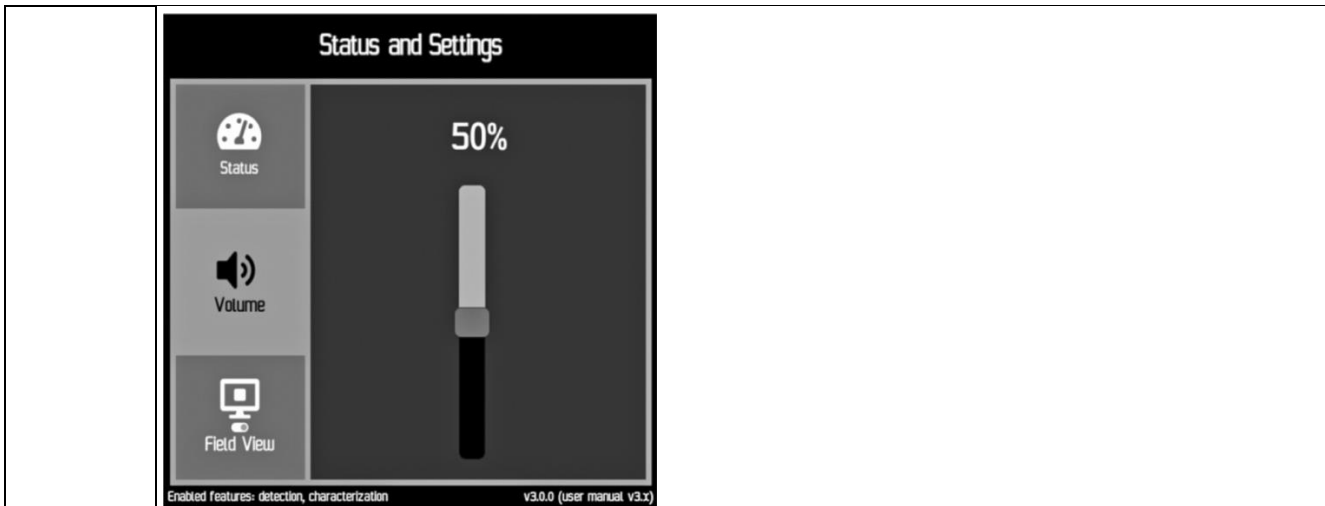

Figura 12: Exemplo de Estado do Sistema e Configurações - Separador de volume
-  Com o volume ativado, prima o botão de seta para a direita para seleccionar a barra de **volume (Figura 12)**
-  Pressionar a tecla de seta para a esquerda para regressar aos separadores do menu principal (**Figura 12**).